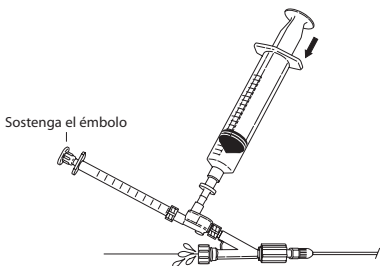

Fig. 6
8. Purgue todas las burbujas de aire restantes. Para ello, mantenga fijo el émbolo de la jeringa de 1 mL y presione lentamente la jeringa de 20 mL para forzar la salida de las burbujas de aire restantes. Una vez eliminado todo el aire del sistema, apriete la válvula Tuohy-Borst alrededor de la punta oclusora. **(Fig. 6)**